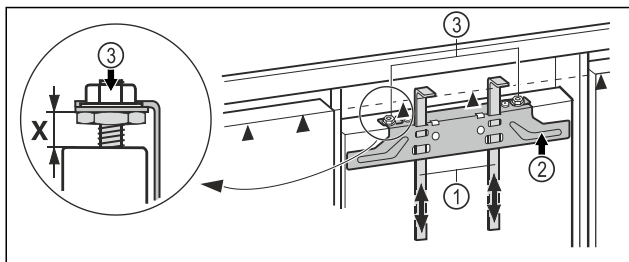

Fig. 61
- Împingeți ajutoarele de montaj Fig. 61 (1) până la înălțimea ușii mobilierului. Marginea inferioară de blocare ▲ a elementului auxiliar de montaj = marginea superioară a ușii mobilierului ce trebuie montată.
- Deșurubați traversa de fixare Fig. 61 (2) prin intermediul contrapiulițelor Fig. 61 (3).